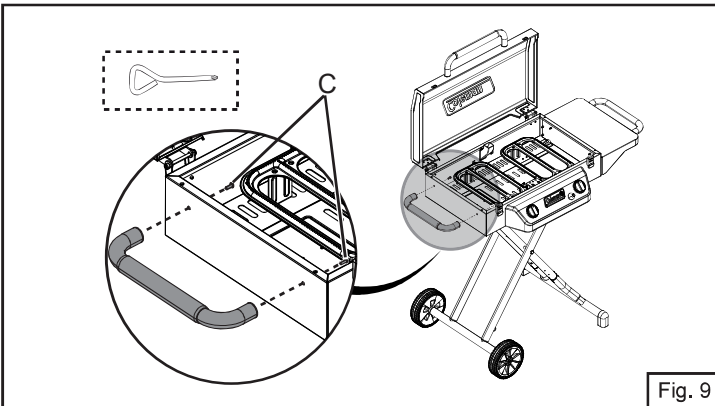

Fig. 9
9. Fixez solidement la poignée avec les vis (Fig. 9).